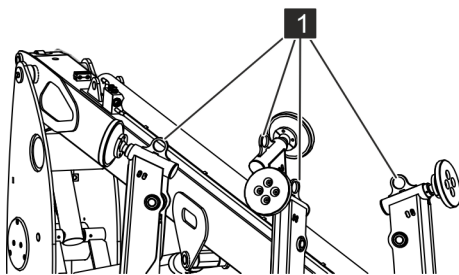

Fig. 33: Point d'accrochage des anneaux du pont roulant
3. → Accrocher les sangles ou les chaînes avec des manilles aux quatre anneaux du pont roulant (Voir la Fig. 33/1).